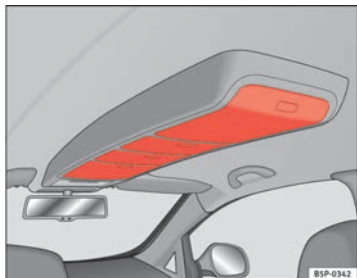

Abb. 105 Ablagen in der Dachkonsole
- Zum Öffnen drücken Sie auf den Taster der Klappe ⇒ Abb. 105. Die Abdeckung öffnet sich selbsttätig.